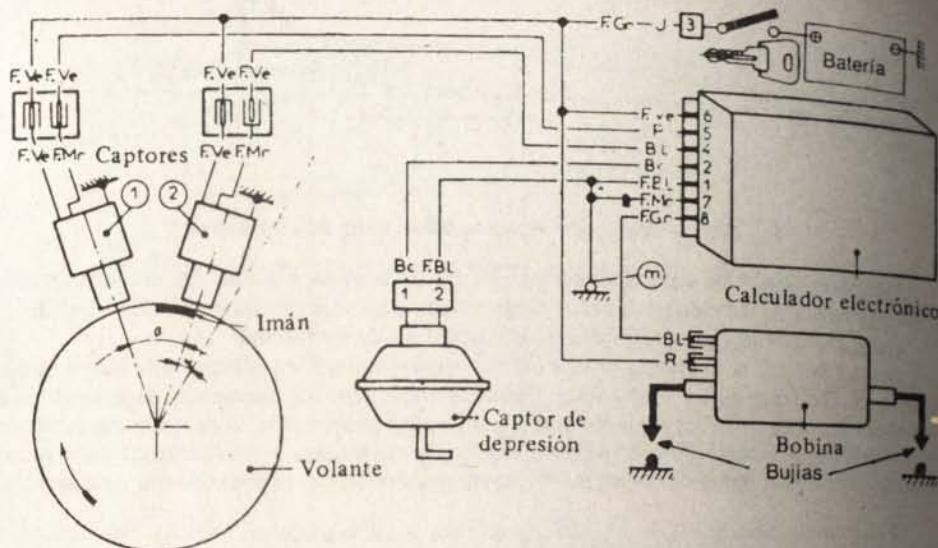

Fig. 4-18.— Esquema de encendido electrónico Citroen-Visa.
**12. Encendido electrónico Citroën Visa.** Se compone de dos captores de proximidad (1) y (2), fijos al cárter del embrague (fig. 4-18); de un imán o placa polar, situado sobre el volante del motor; de un captor de depresión, compuesto por una cápsula y de un contacto de puesta a masa, situado junto al cierre del capot; de un calculador electrónico Thomson o Motorola, fijado en la parte superior de la guantera, al lado izquierdo; de una bobina especial Ducellier 520010A, y de las dos bujías de asiento cónico, tradicionales, con electrodos abiertos en 0,6 a 0,7 mm.